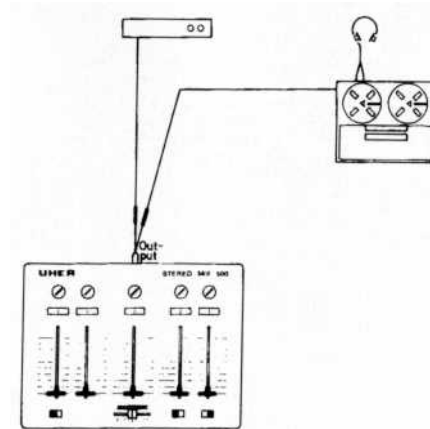

Abb. 8
5.3 Zweigleiterkabel zum Anschluß eines Stereo-Tonbandgerätes und eines Stereo-Verstärkers an der Buchse Output (Abb. 8)